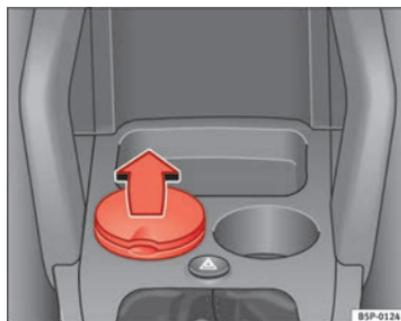

Fig. 116 Cinzeiro alojado no suporte de bebidas dianteiro
- Para abrir o cinzeiro, levantar a tampa ⇒ Fig. 116.